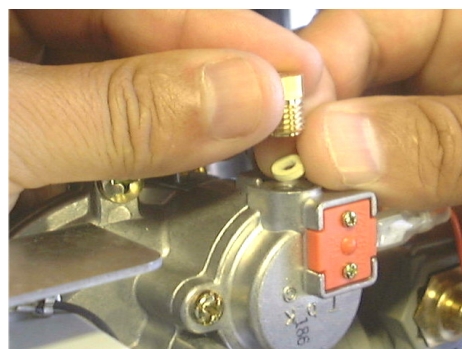

Fig. 3
4. Substituir o injector piloto trocando a anilha de vedação (Fig 3).